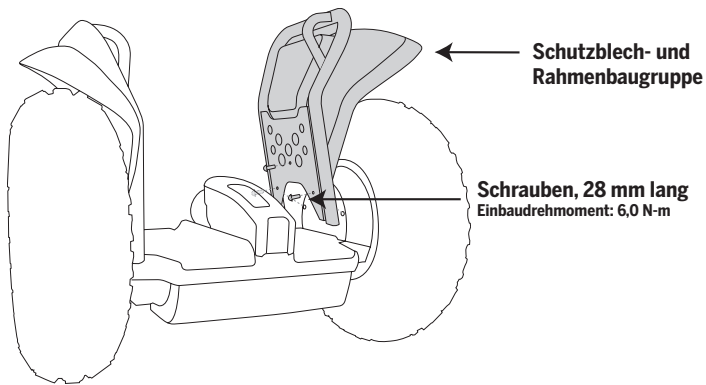

Abbildung 1. Schutzblech-/Rahmenbaugruppe aus- oder einbauen
2. Ausbau der Schutzblech- und Rahmenbaugruppe aus dem PT: Entfernen Sie die (3) 28-mm-Schrauben mit einem 4-mm-Inbusschlüssel. Siehe Abbildung 1.